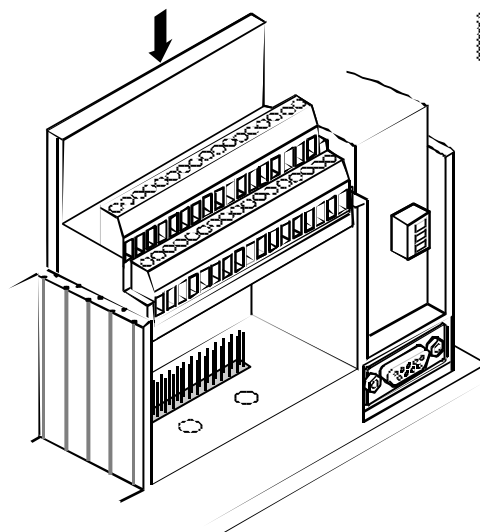

Fig. 37. Inserción de los bloques de terminales.
13. Insertar los bloques de terminales en su alojamiento, según la Fig. 37.